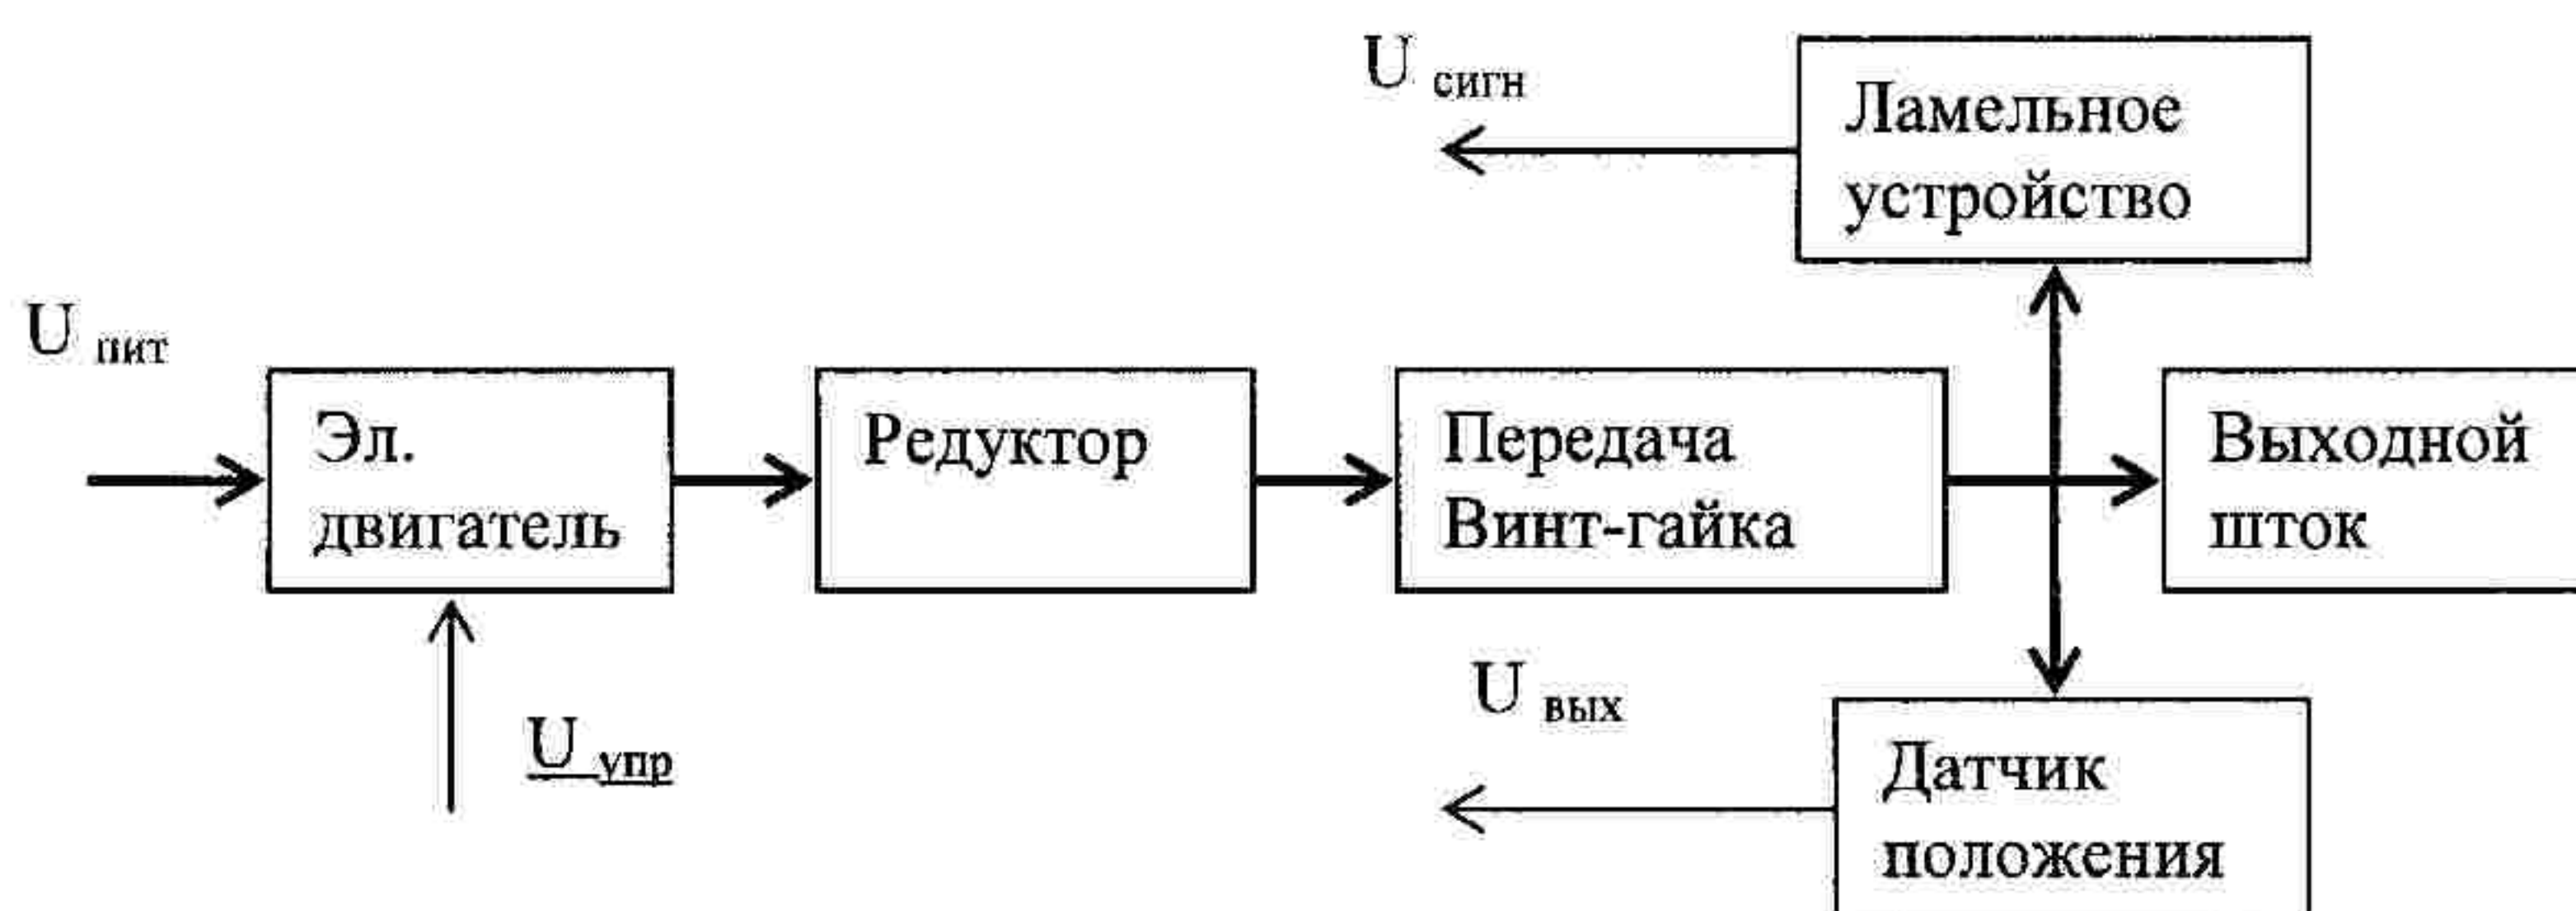

Рис. 1. Структурная схема РАУ
**Технические требования:** рулевой агрегат управления должен содержать элементы, указанные на структурной схеме (рис. 1). Технические параметры, конструктивные, технологические и другие требования - в соответствии с описанием и вариантом задания.